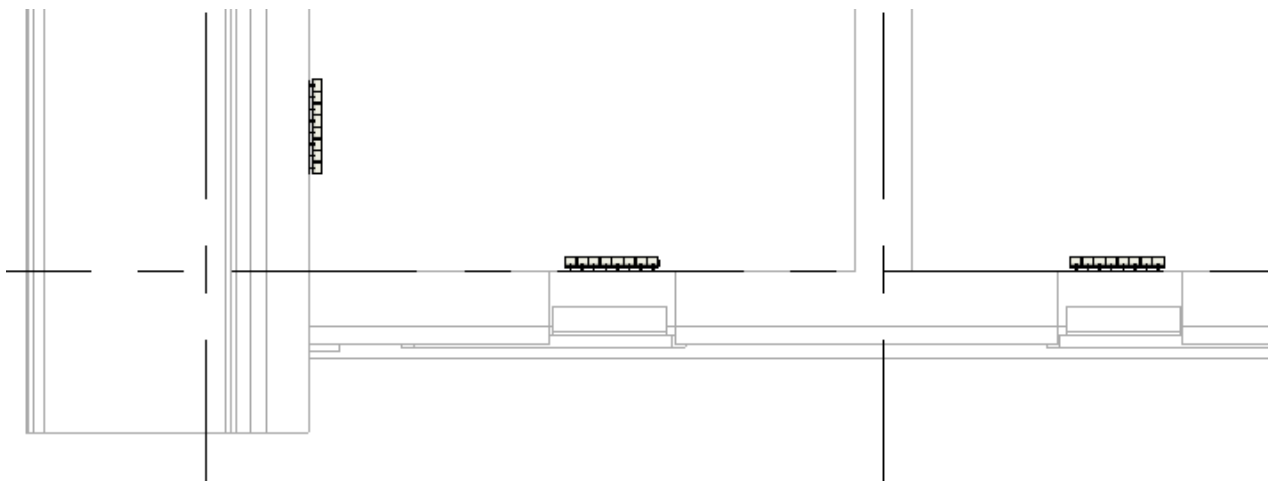

Рисунок 5.17. Расстановка радиаторов на плане здания
2. Задать смещение радиаторов относительно заданного уровня – радиаторы расставятся в необходимых местах на плане здания (рис. 5.17).